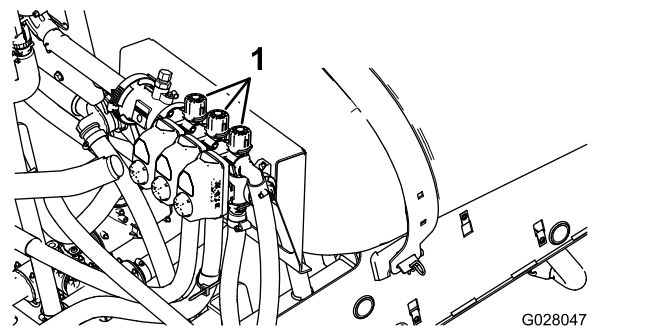

図 85
4. 右ブームバイパスバルブ 図 85 を使って、先ほどと同じ水圧一般的には 2.75 bar = 2.8 kg/cm2 = 40 psi に調整する。
6. 中央ブームバイパスバルブ 図 85 を使って、先ほどと同じ水圧一般的には 2.75 bar = 2.8 kg/cm2 = 40 psi に調整する。
2. 左ブームをOFFにし、ブームバイパスバルブ 図 85 を使って、先ほどと同じ水圧一般的には 2.75 bar = 2.8 kg/cm2 = 40 psi に調整する。